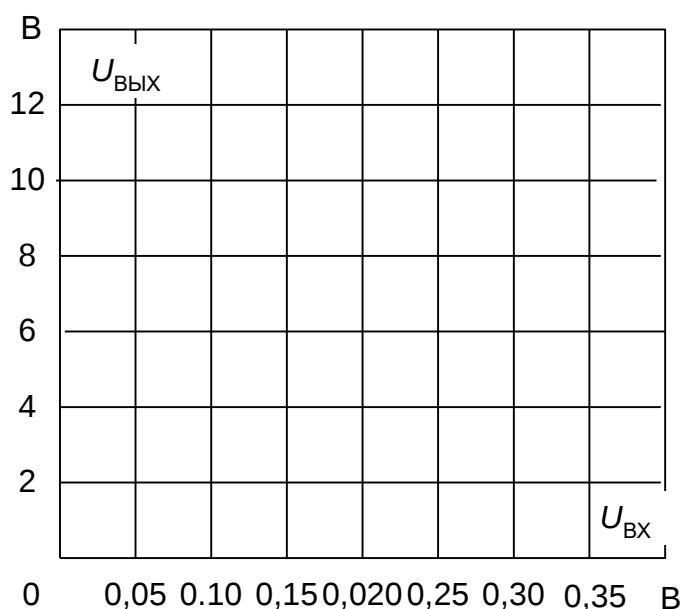

Рис. 7.4. График амплитудной характеристики усилителя.
- На рис.7.4 постройте графики амплитудной характеристики с ОС и без ОС.